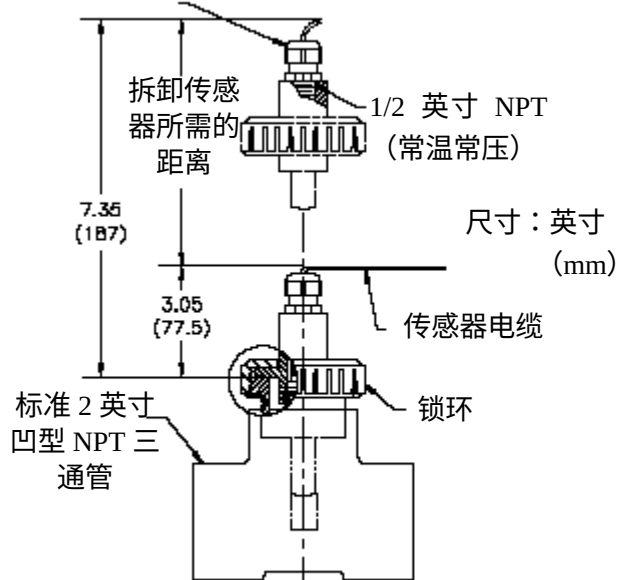

图 2-2 三通管安装说明
| 图 2-2 | 三通管安装详细说明.....         | 10 |
2. GLI 活接头安装适配器上的特殊螺纹套管与三通管（或对焊管或管鞍）的连接应采用聚四氟乙烯胶防漏。（管封材料聚四氟乙烯，Locktite 59321，或其它同样功能的材料，在较高溶液温度下可能不能提供足够的密封效果）。图 2-2 和 2-3 分别详细说明了三通管和法兰安装。